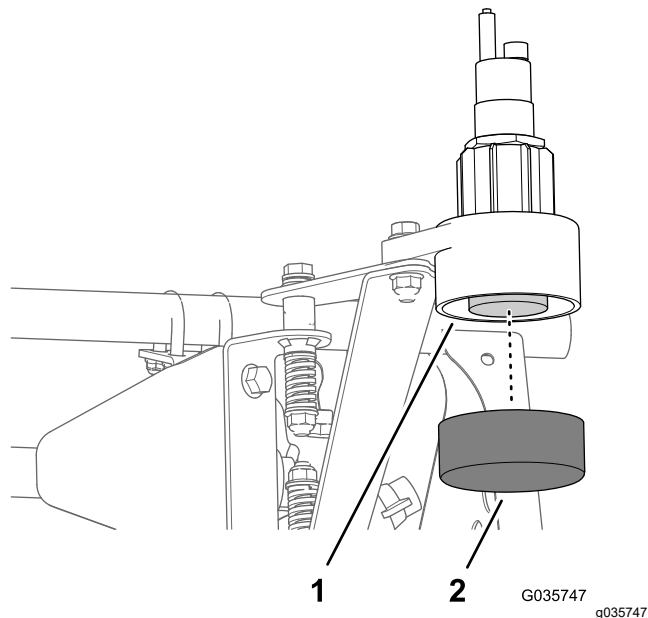

Figura 46
1. Montai capacul pe partea inferioară a carcasei inferioare (Figura 46).